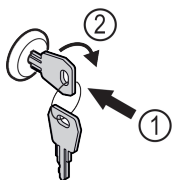

Fig. 80 Voorbeeld
- ▶ Sleutel erin duwen Fig. 80 (1).
- ▶ Sleutel 90° rechtsom draaien Fig. 80 (2).